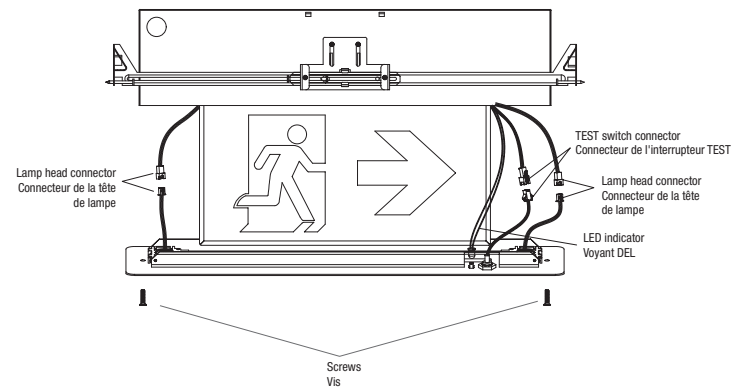

Fig. 7
10. Insert the fixture into the metal box and snap by spring, connect the test switch, connect lamp heads and assemble LED indicator on bushing at the trim plate. Fix the trim plate on the metal box by 2 screws (Fig. 7).
10. Insérer l'unité dans la boîte métallique et enclencher le ressort, connecter l'interrupteur de test, connecter les têtes de lampes et assembler le voyant DEL sur la douille de la plaque de finition. Fixer la plaque de finition sur le boîtier métallique à l'aide de 2 vis (Fig. 7).